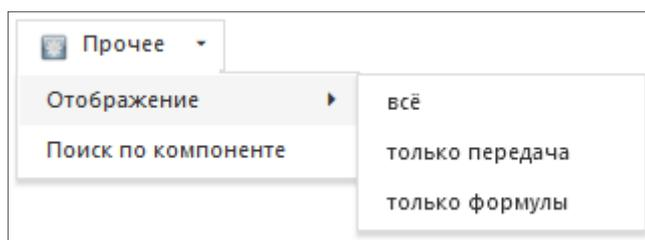

Рисунок 4.4.18 – Кнопка «Прочее»
- Кнопка (10) (рис. 4.4.1) – прочие функциональные особенности (рис. 4.4.18).